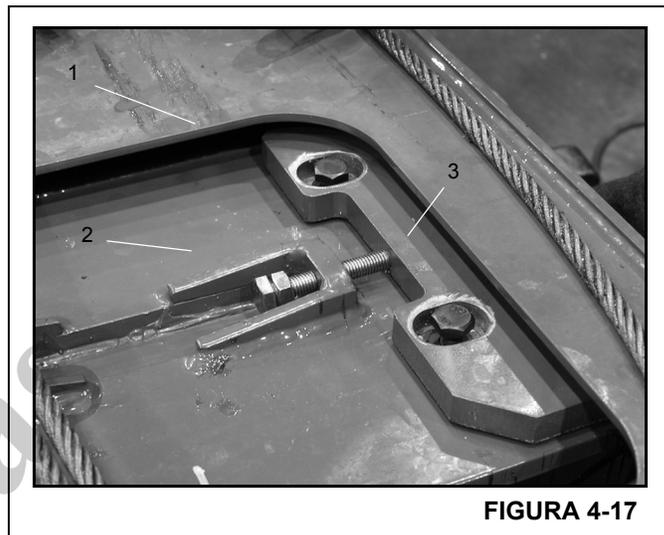

FIGURA 4-17
1. Deslize o conjunto para fora da seção intermediária interna (Figura 4-17, 1) o suficiente para obter acesso às placas de desgaste ajustáveis superiores traseiras na seção intermediária externa (Figura 4-17, 2) através do furo na parte superior da seção intermediária interna.
desgaste, as placas de retenção (Figura 4-17, 3) e os parafusos da parte superior da seção intermediária externa.